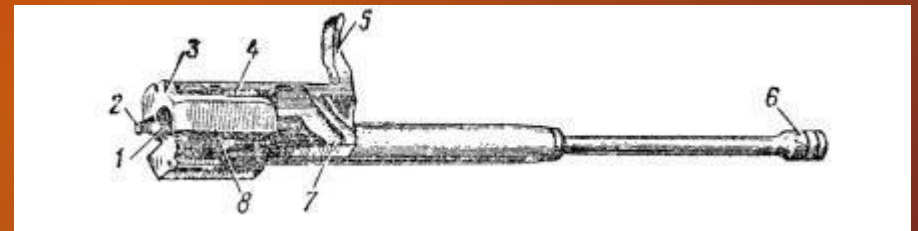

Рис. 31. Затворная рама с газовым поршнем
16. Затворная рама с газовым поршнем (рис. 31) служит для приведения в действие затвора и ударно-спускового механизма.